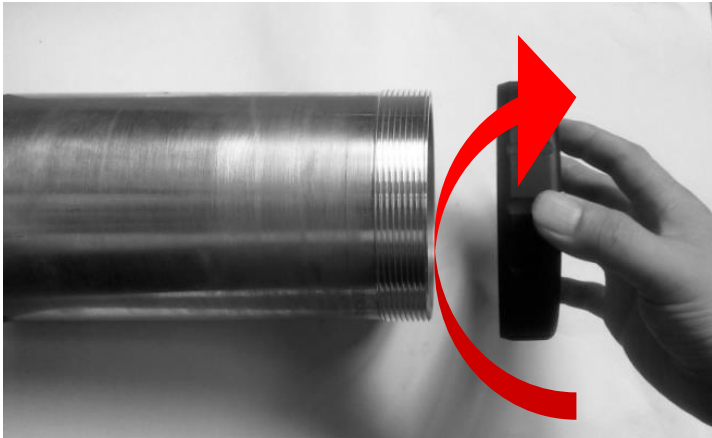

Fig 3
4.1.1 Installation ou modification du socle du marteau. Choisissez le support approprié en fonction de la taille de l'embase entre 20-45 mm ou 46-80 mm, comme indiqué sur la figure 3: